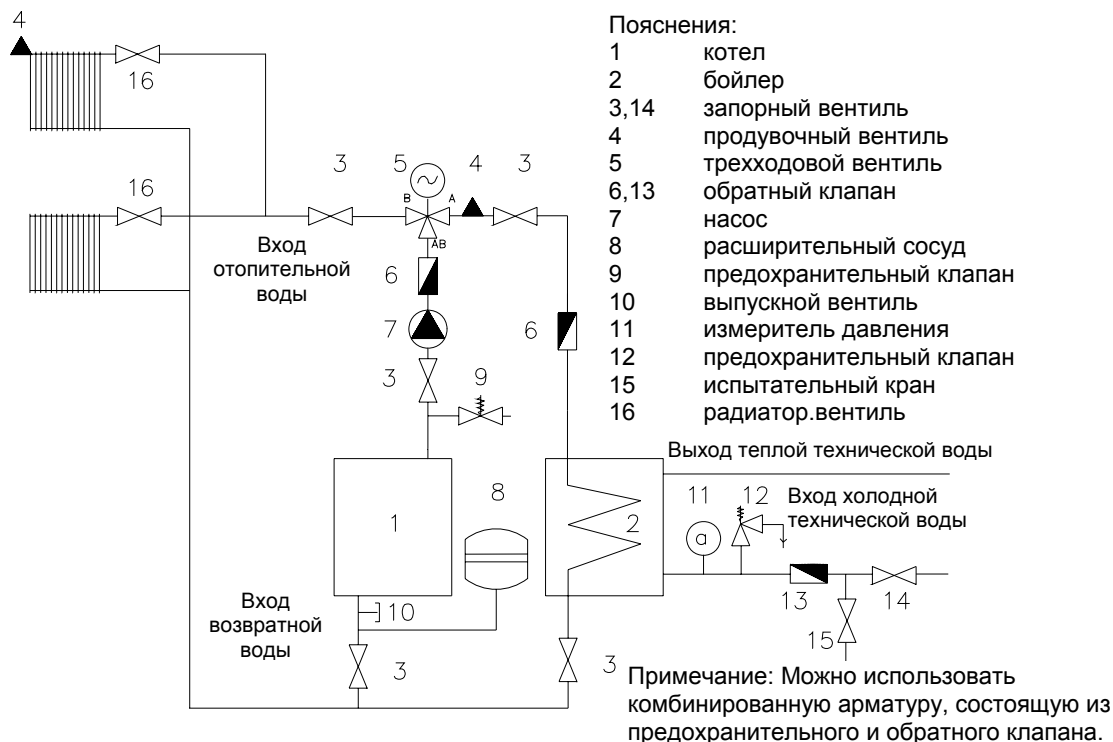

Рис. 3 Рекомендуемое включение бойлера в отопительную систему с преимущественным нагревом теплой технической воды
- Присоединить к отопительной и водопроводной сети по рекомендованной схеме (рис. 3) или в соответствии с разработанной проектной документацией.** Вода для заполнения бойлера должна быть чистой, бесцветной, без нечистот, масла и химически агрессивных вещества по ЧСН 75 7111. Качество ТТВ определяет ЧСН 83 0616. Вода из бойлера считается технической водой. Ее твердость должна отвечать ЧСН 07 7401, в противном случае, необходимо воду обработать. Каждый самостоятельно закрываемый бойлер технической воды по ЧСН 06 0830, ст. 7.2, должен быть оснащен на вводе холодной напорной воды запорной арматурой, испытательным краном, обратным клапаном, предохранительным клапаном и манометром. Допускается использование и комбинированной арматуры, состоящей из предохранительного и обратного клапана. Предохранительный клапан присоединить так, чтобы поперечная ось клапана была в горизонтальном положении. Сливную трубку клапана соединить со сливным трубопроводом. Если во вводимом трубопроводе (касается и переходного состояния) давление выше, чем 630 кПа, необходимо перед предохранительным клапаном установить редукционный вентиль.